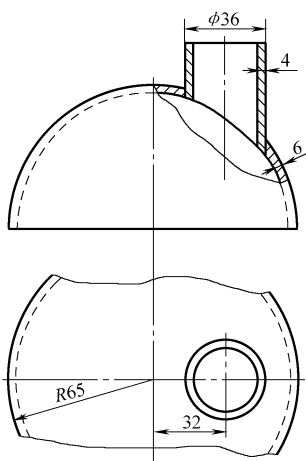

图 2-17
5. 图 2-17 所示为一球形封头接一插管, 试划出其相贯线并对插管进行展开 (要求进行板厚处理)。